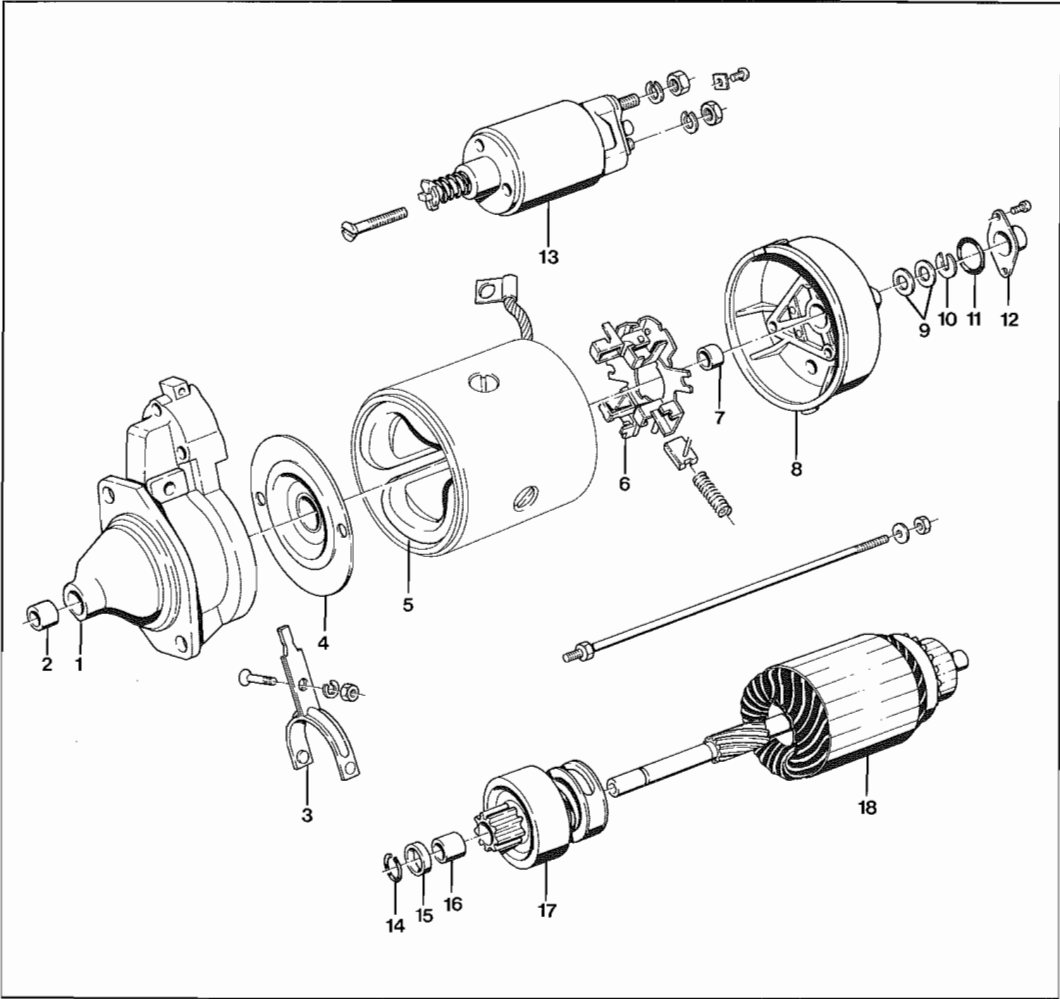

Fig. 28
- Allentare le viti di fissaggio della calotta posteriore (**Fig. 28**).
- Slacken rear cup fixing screws (**Fig. 28**).
Motorino d'avviamento (Fig. 28)